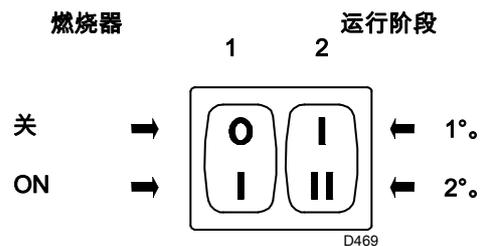
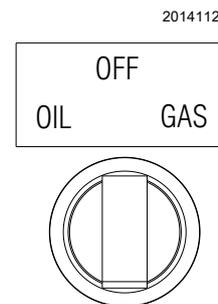

图 33
图 34
通过将开关 2) (图 33) 设置到 1 段火位置，使燃烧器保持在 1 段火运行。通过操作伺服马达的橙色拉杆可调节风机风门挡板 (“伺服马达设定” 第 33 页)。
转动开关 2) (图 33) 至“2 段火运行”位置。通过操作伺服马达的红色拉杆可调节风机风门挡板 (“伺服马达设定” 第 33 页)。
闭合远程启停开关，启动燃烧器，开关 1) (图 33) 置于“启动 (ON)”位置，燃料转换开关置于“燃油 (OIL) (图 34)”处。当有轻油从螺丝 3) (图 23 第 24 页) 处流出时，可认为油泵已注油。将燃烧器停机：将开关 1) (图 33) 置于“停机 (OFF)”位置并拧紧螺丝 3)。
- ▶ 开关 1 (图 33 第 30 页) 至 “**燃烧器启动 (ON)**” 位置;
- ▶ 开关 2 (图 33 第 30 页) 至 “**1 段火运行**” 位置;
将开关 2) (图 33) 转至 2 段火位置：伺服马达将根据先前为轻油设定的参数值打开风门挡板，并控制 2 段火 VR2 燃气阀的开启度。
将开关 2) (图 33) 转至 1 段火位置：伺服马达将根据先前为轻油设定的参数值关闭风门挡板，并控制 1 段火 VR1 燃气阀的开启度。